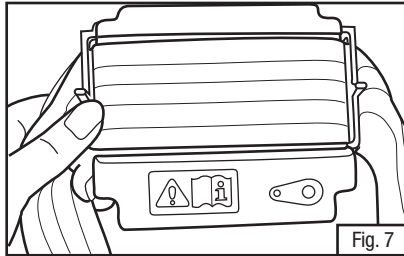

Fig. 7
2. Faire passer la ceinture dans le couvercle arrière et replacer ce dernier sur le dos de l'ensemble porte-filtre (Fig. 7).